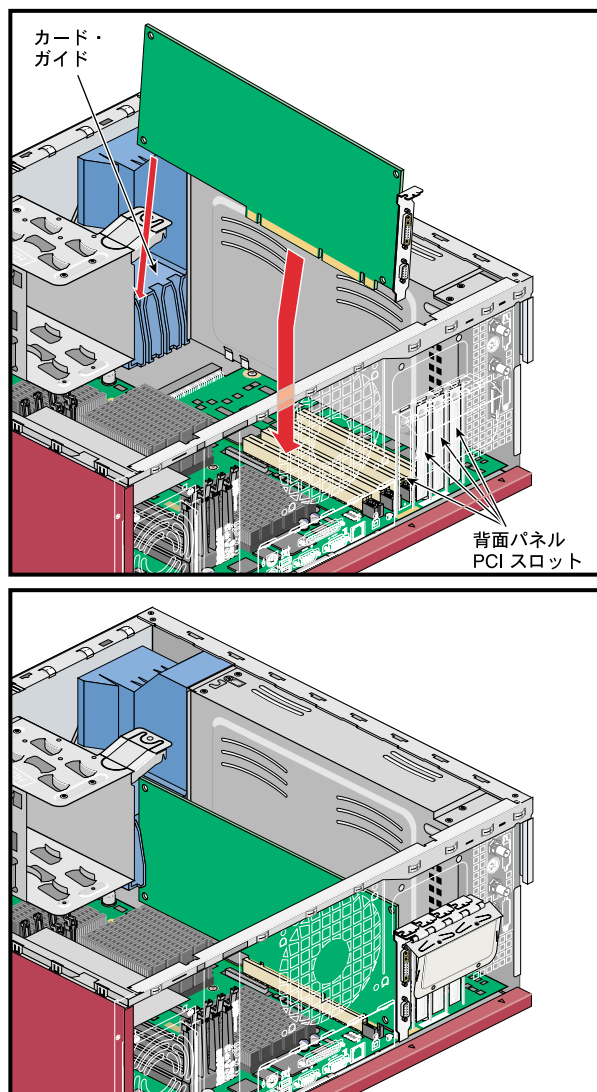

図4-26 PCIボードの取付け
2. PCI ボードを PCI スロットに合わせます。続いて、PCI ボードのコネクタ側をやや下に傾けた状態で、ボードをシャーシ内部まで下げます。図 4-26 を参照してください。
3. コネクタを PCI ゲートに合わせます。続いて、PCI スロットに完全に装着されるまで、PCI ボードをしっかりと押込みます。図 4-26 を参照してください。